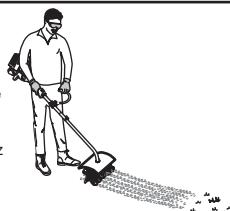

Fig. 4
4. Tenez les prises de l'arbre et de la poignée fermement et abaissez lentement le cultivateur jusqu'à ce que les dents touchent le sol (Fig. 4).